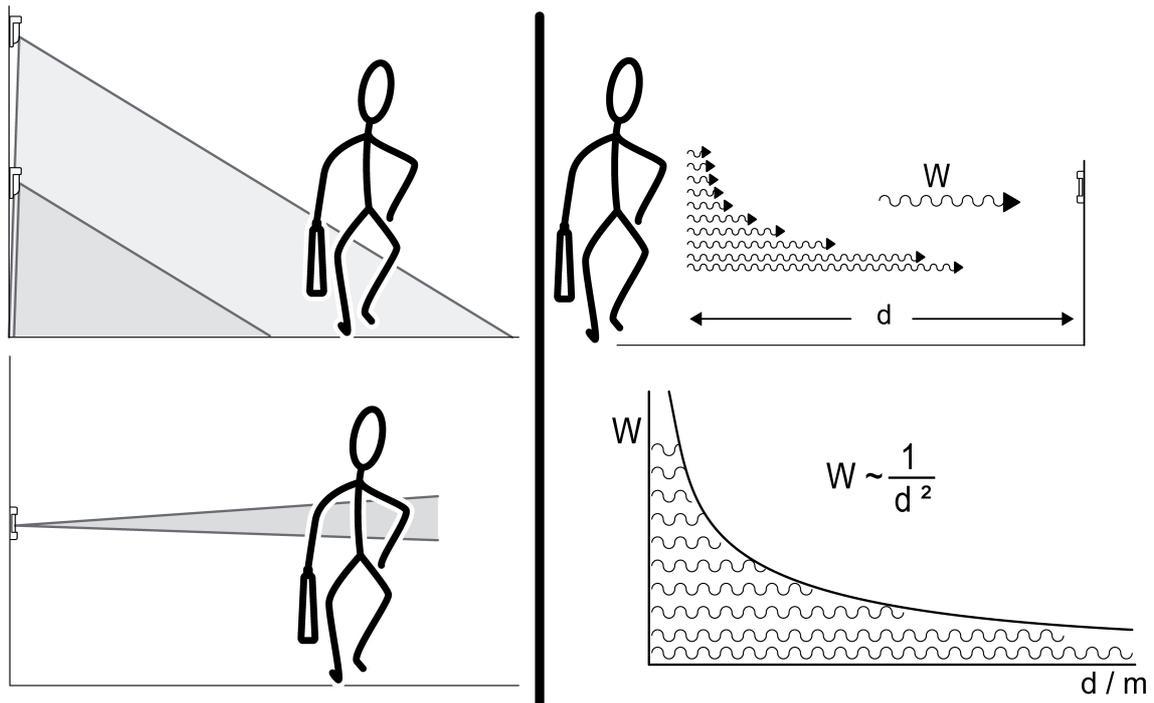

Figure 4: Détection de sources de chaleur – Géométrie du champ de détection et distance (loi de Lambert)
Un détecteur de mouvement orienté en diagonale vers le bas se différencie d'un détecteur orienté en ligne droite vers l'infini (figure 4).
- Écartement entre la source de chaleur et le détecteur de mouvement : plus la source de chaleur est éloignée du capteur, plus le signal détectable au niveau du capteur est faible (figure 4).